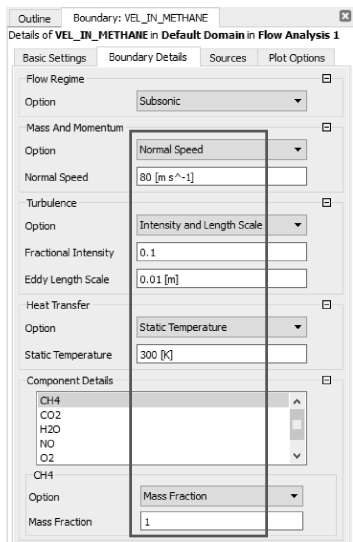
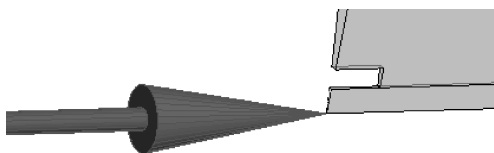

图 11-94 设置燃料入口边界
图 11-95 燃料入口边界设置效果
(2) 在工具栏中单击边界条件 , 从弹出的【Insert Boundary】中, 输入名称为“VEL_IN_METHANE”确定, 【Basic Setting】→【Boundary Type】= Inlet, 【Location】= VEL_IN_METHANE; 【Boundary Details】→【Mass And Momentum】→【Option】= Normal Speed, 【Normal Speed】= 80 m/s, 【Turbulence】→【Option】= Intensity and Length Scale, 【Fractional Intensity】= 0.1, 【Eddy Length Scale】= 0.01 m, 【Static Temperature】= 300 K, 【Components models】→【Component】= CH₄, 【Option】= Mass Fraction, 【Mass Fraction】= 1, 其他默认, 单击【OK】关闭任务窗口, 如图 11-94、图 11-95 所示。